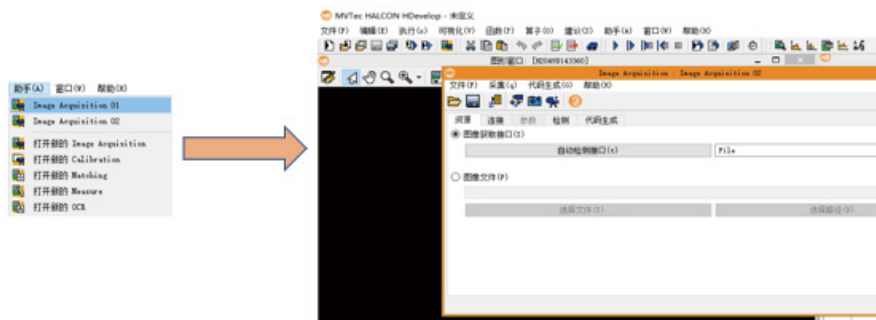

图3.71 Acquisition 01界面1
②左击【助手(A)】,左击【打开新的Image Acquisition】,进入Image Acquisition Z界面,如图3.71。